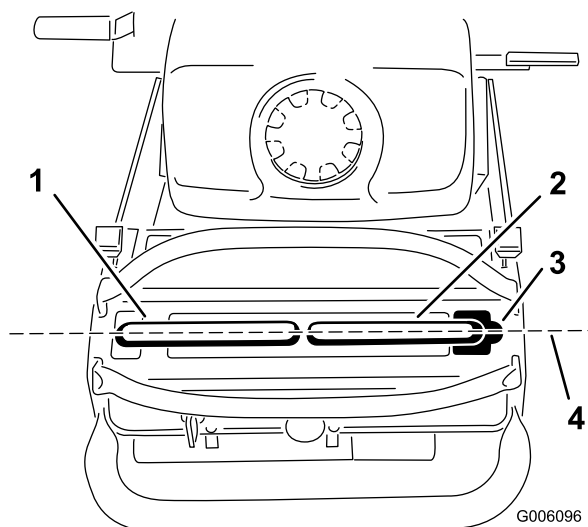

Figura 44
Importante: Dopo aver regolato le leve di controllo del movimento, assicuratevi che l'allineamento del tosaerba sia corretto. Dopo aver regolato l'allineamento, le leve di controllo del movimento potrebbero non allinearsi longitudinalmente (Figura 44).
1. Una volta terminato l'allineamento orizzontale, controllate l'allineamento longitudinale (Figura 44).